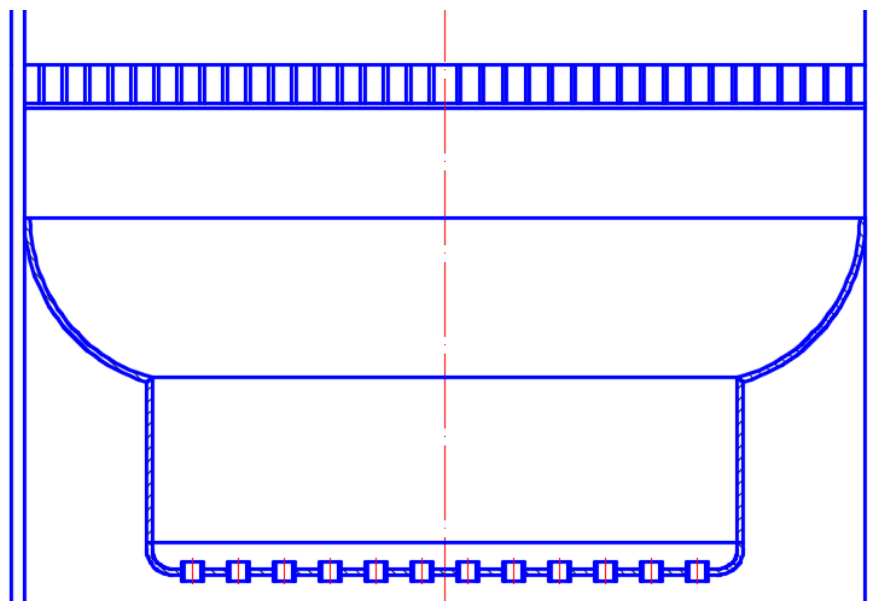

Рис. 104. Завершение дна оросителя
5.9. Обвести вспомогательные линии основной линией. Удалить вспомогательные. Скопировать объекты с помощью команды **Зеркальное отражение**, за ось симметрии приняв ось абсорбера. Нанести штриховку (см. рис.104).